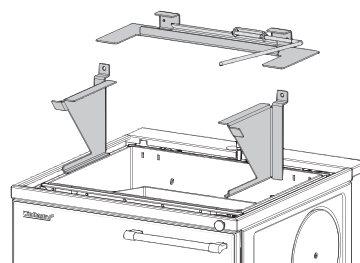

Fig. 12 Estrarre le lamiere di deviazione del tiraggio
- c) Estrarre verso l'alto come in Fig. 12 le lamiere di deviazione del tiraggio e pulirle.
Come soluzione provvisoria, nel caso della VestoWIN Klassik 220 è possibile rimuovere le lamiere laterali di deviazione del tiraggio (Fig. 12) (riduzione della resistenza).